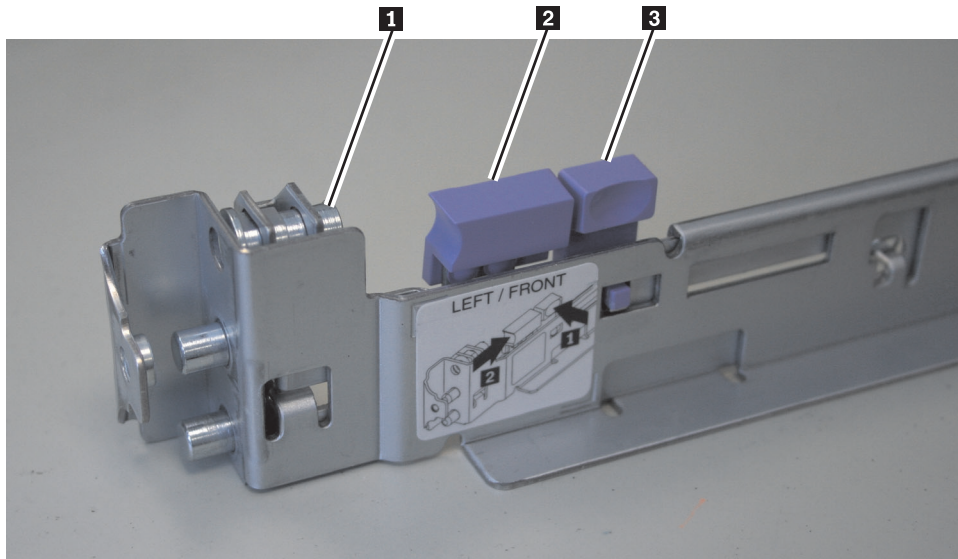

図 52. SAN ボリューム・コントローラー 2145-8A4 のサポート・レールの前面にある、閉じた状態のレール・ロック・キャリア
1. 必ず、各サポート・レールの前部と後部にあるレール・ロック・キャリアを開いている状態にします。開いた状態にするためのメカニズムは各端ともに同じです。ロック・メカニズムが閉じている場合は (前部ブラケットの場合は、81 ページの図 52 に記載)、ロック・メカニズムを開きます。